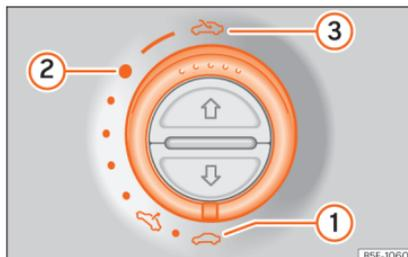

Abb. 15 An der Innenseite des Formhimmels: Schalter drehen zum Öffnen und Schließen.
- Öffnen: Drehen Sie den Schalter auf die Position »» **Abb. 15** ②.
- Komfortstellung: Drehen Sie den Schalter auf die Position »» **Abb. 15** ②.
- Schließen: Drehen Sie den Schalter auf die Position »» **Abb. 15** ①.